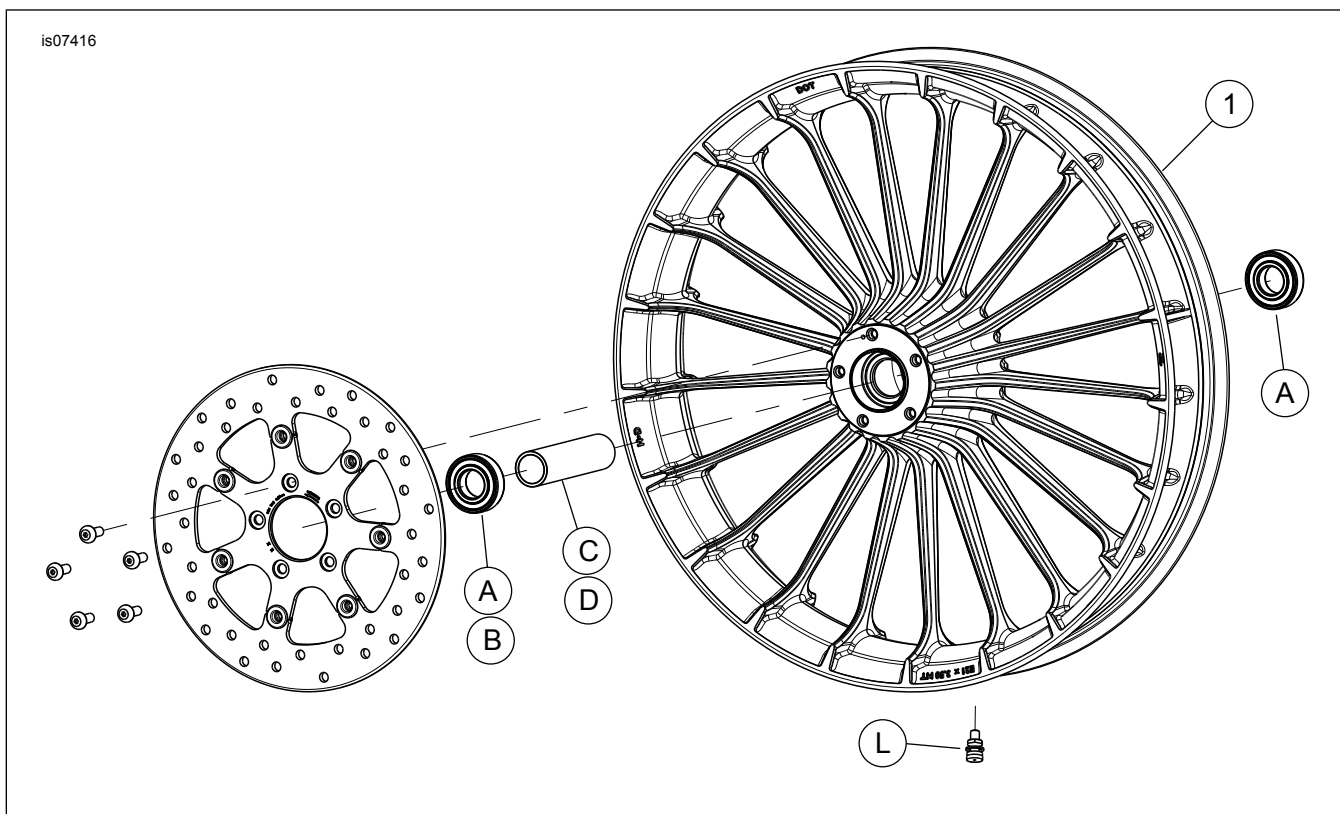

Figure 2. Pièces de rechange : Roue de turbine avant
Ce kit comprend la roue personnalisée uniquement. Consultez Figure 2 et Tableau 2 .
2. Consultez Figure 2 . Installez l'assemblage du corps de valve (L) sur la roue. Consultez le manuel d'entretien.